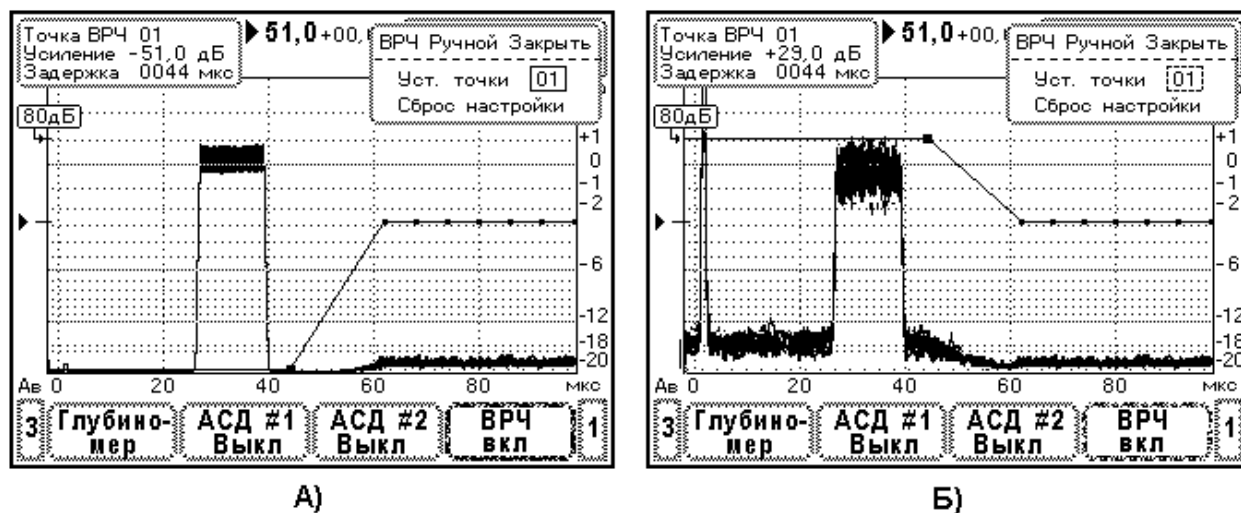

Рис.10.6.8.1. Вид тест-сигнала на экране дефектоскопа при определении динамического диапазона ВРЧ.
3. Включите систему ВРЧ дефектоскопа. В меню «Настройка» - «ВРЧ» в верхнем элементе установите «ВКЛ», затем в нижнем элементе меню выберите стиль ВРЧ «Ручной» и перейдите в режим редактирования кривой ВРЧ. Вид меню показан на Рис.10.6.8.1. Далее удалите действующую настройку ВРЧ путем выбора элемента меню «Сброс настройки». В результате коррекция усиления во всех точках ВРЧ устанавливается в ноль. Точки ВРЧ группируются в пределах экрана прибора. Если необходимо, с помощью образцового аттенюатора проведите подстройку амплитуды тест-сигнала на уровень 0 дБ по экрану.
в точке ВРЧ 01. Затем, изменяя ослабление образцового аттенюатора, установите амплитуду тест-сигнала на уровень 0дБ по экрану. Вид экрана дефектоскопа после выполнения указанных операций представлен на Рис.10.6.8.1.А. Зафиксируйте ослабление образцового аттенюатора K_n [дБ].
- Определение верхней границы динамического диапазона ВРЧ. Увеличивайте до предела усиление в точке ВРЧ 01. Затем, изменяя ослабление образцового аттенюатора, установите амплитуду тест-сигнала на уровень 0дБ по экрану (Рис.10.6.8.1.Б). Зафиксируйте ослабление образцового аттенюатора K_v [дБ].